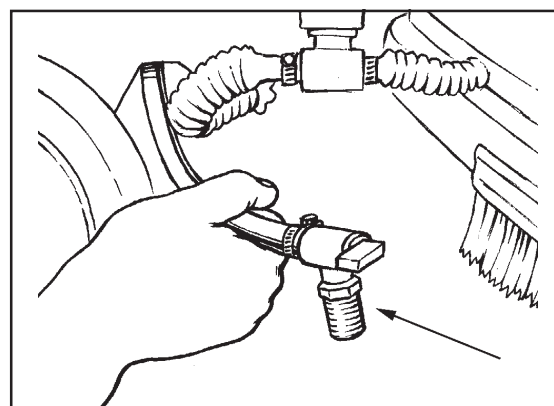

Figure 15
4. Pour vidanger le compartiment des batteries (voir figure 15)